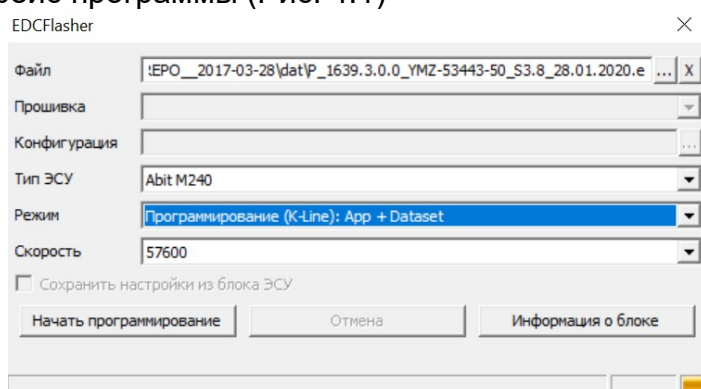

Рис. 4.1
4.2. Интерфейс программы (Рис. 4.1)